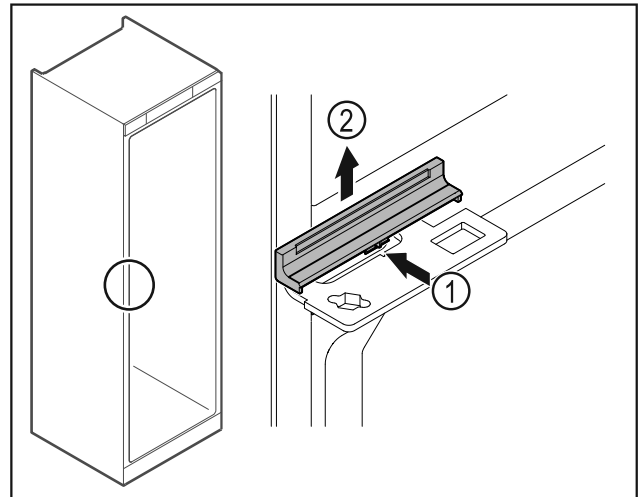

Fig. 43
- Πιέστε το κάλυμμα Fig. 43 (1) ελαφρά στο κέντρο και αφαιρέστε το προς τα επάνω Fig. 43 (2).